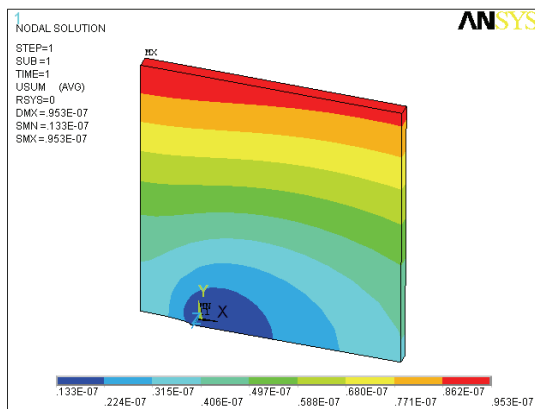

图 8-47 合位移等值线图
3) 选择 Main Menu | General Postproc | Plot Results | Contour Plot | Nodal Solu 命令，出现 Contour Nodal Solution Data 对话框，选择 Nodal Solution | DOF Solution | Displacement vector sum，单击 OK 按钮，ANSYS 窗口将显示如图 8-47 所示的合位移等值线图。